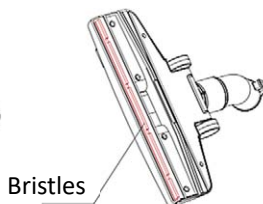

Fig. 13
4. Treten Sie wie in **Abb.13** erneut auf das Pedal des Bürstenwerkzeugs, um die Borsten einzusetzen, und Sie können den Teppich reinigen.